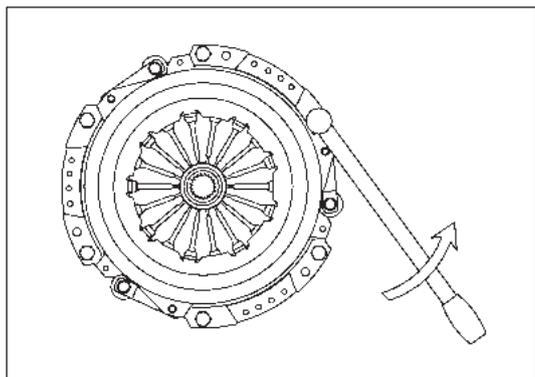
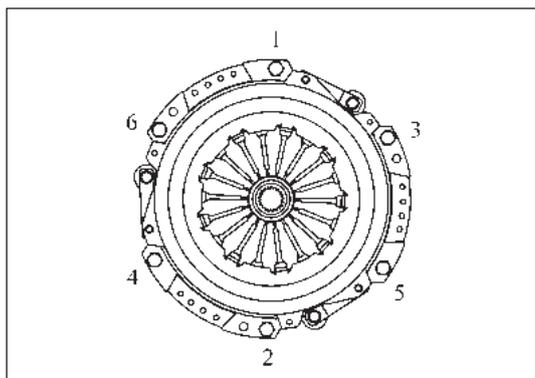
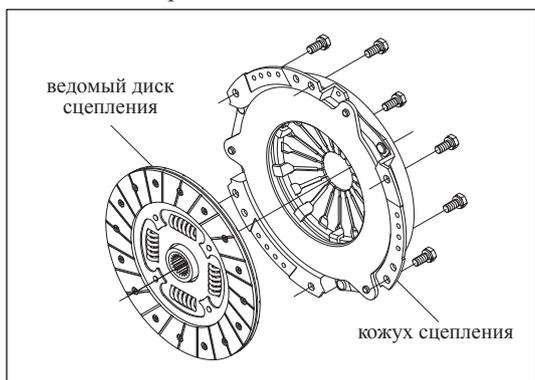

Рис. 14-1-2. Снятие сцепления
Рис. 14-1-3. Очередность снятия болтов крепления сцепления
Рис. 14-1-4. Снятие кожуха и ведомого диска сцепления
- (1) Зафиксировать коленчатый вал подходящим приспособлением, чтобы предотвратить его проворачивание, затем поочередно снять 6 болтов с пружинными шайбами (M8×18) крепления кожуха сцепления, см. Рис. 14-1-2 и Рис. 14-1-3.
- (2) Снять кожух сцепления.
- (3) Снять ведомый диск сцепления, как изображено на Рис. 14-1-4.